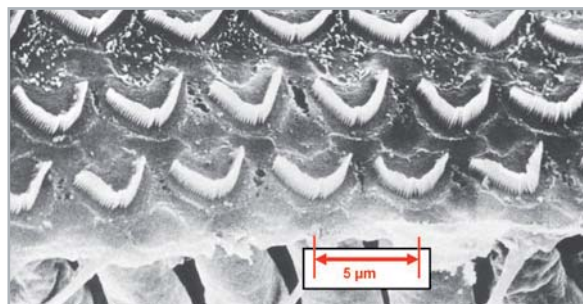

Bild 4: Sinnes-(Haar)-Zellen auf einem intakten Cortischen Organ in unserem Innenohr (elektronenmikroskopische Aufnahme)
Auf der Basilarmembran befindet sich das Cortische Organ, an dem die eigentliche Umsetzung der Schallschwingungen in Nervenreize erfolgt. Das Cortische Organ enthält drei bis fünf Reihen von Haarzellen, denen in geringem Abstand eine Deckmembran gegenübersteht, siehe Bild 3 und Bild 4. Alle (Schwing-)Bewegungen der Basilarmembran verursachen eine Reizung dieser Haarzellen, die ihrerseits entsprechende elektrische Impulse erzeugen und diese über den Gehörnerv dem Hörzentrum des Gehirns mitteilen, und es kommt zur Sinneswahrnehmung des Hörens. Das Cortische Organ bildet somit den ersten, uns von der Natur mitgegebenen „Analog-Digital-Wandler“: Die analogen Schallschwingungen werden in eine Folge von (kompliziert codierten) digitalen elektrischen Impulsen umgewandelt.
Diese Haarzellen (Bild 4) sind es dann auch, die bei langanhaltender Beschallung (mit mehr als 85 dB(A) und länger als 8 h täglich) über eine längere Zeit hinweg unwiederbringlich zerstört werden. Mehr darüber im nächsten Beitrag der Akustik-Serie im ELVJournal.